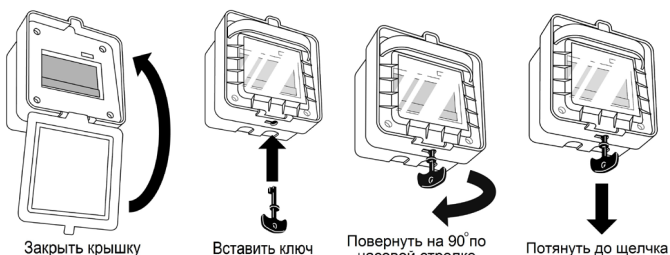

Рисунок 1
- кнопка возвращена в исходное состояние с помощью экстрактора, входящего в комплект поставки (см. рисунок 1).